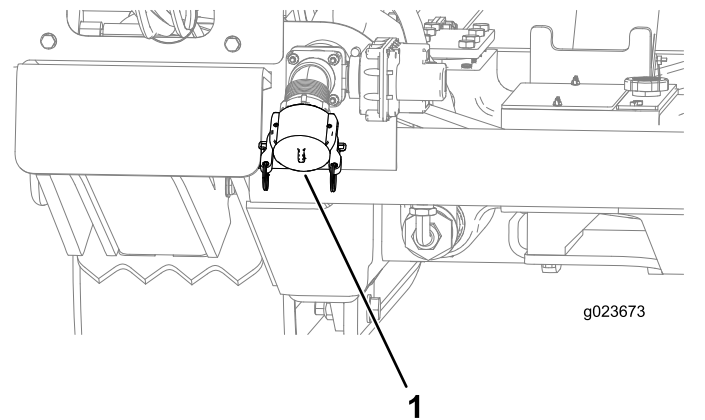

Figura 128
- B. Certifique-se de que a tampa esteja instalada na sucção da bomba de fluido de perfuração (Figura 128).